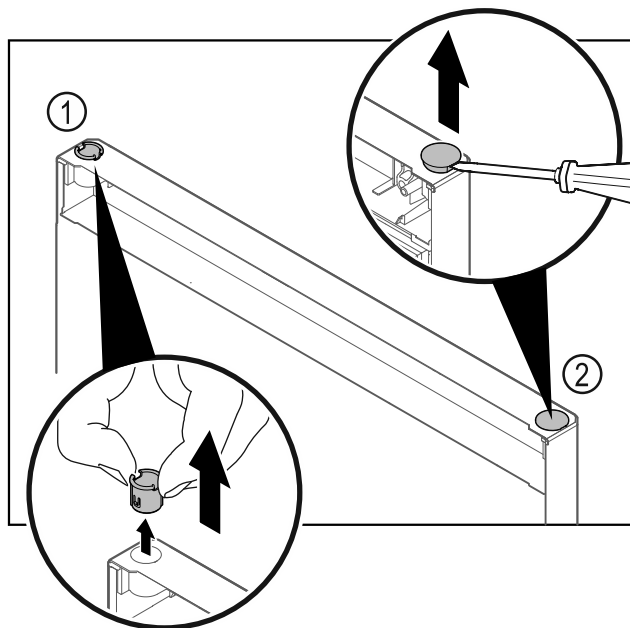

Fig. 40 Drzwi zamrażarki
- ▶ Wyjąć palcami tuleję zawiasu Fig. 40 (1).
- ▶ Zatyckę osłonki Fig. 40 (2) ostrożnie podważyć przy pomocy śrubokręta płaskiego i wyjąć.